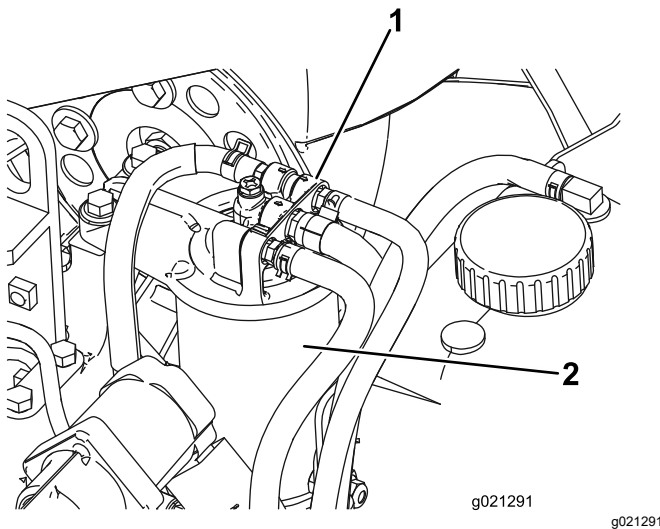

図 84
2. 燃料フィルタのヘッドの周囲をきれいに拭く 図 84。
- フィルタを外してフィルタヘッドの取り付け部をきれいに拭く図 84。